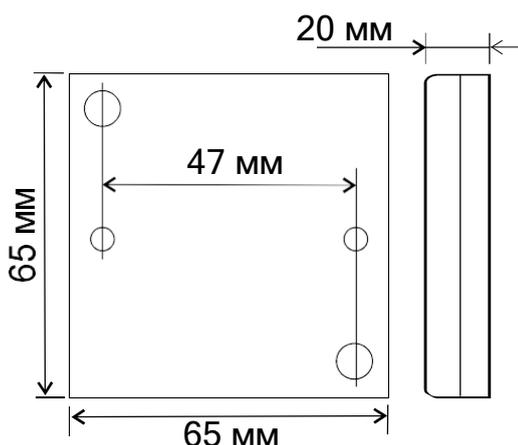

Рис.7 Внешний вид корпуса и габаритные размеры
1. Разметьте и просверлите отверстия для крепления под размер отверстий корпуса (рис.7).